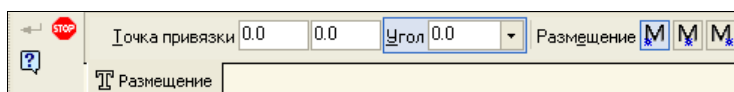

Рис. 12.1. Панель свойств с открытой вкладкой **Размещение**
- ◆ щелкните ЛК мыши по кнопке **Текст** . В Панели свойств на вкладке **Размещение** (рис. 12.1) появляются элементы управления размещения размерной надписи (табл. 12.1);